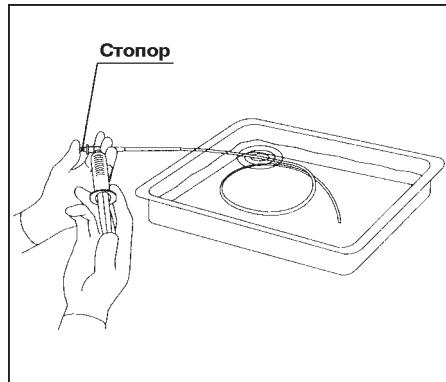

Рис. 5.2.
4. Закрывая пальцем отверстие вблизи стопора, введите 10 см³ (10 мл) раствора моющего средства в разъем для введения жидкостей (см. рис. 5.2). При невозможности введения раствора моющего средства или выявлении других мест вытекания раствора, кроме дистального конца вводимой части, трубчатую оболочку не следует использовать.